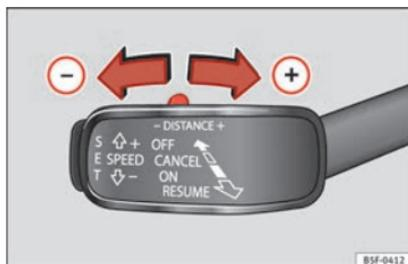

Fig. 203 Levier de commande : réglage de la distance.
Avec le système Easy Connect, il est possible de sélectionner le niveau de distance qui devra être réglé à la connexion de l'ACC par le biais de la touche **CAR** et des boutons de fonction **RÉGLAGES** et **Aide à la conduite** » fig. 203 page 28.
- Pour indiquer la distance actuellement programmée, appuyez brièvement sur la commande à bascule »» fig. 203.